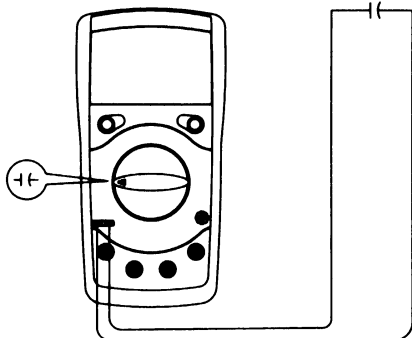

Рис.8
**Измерение емкости конденсаторов (рис.8)**